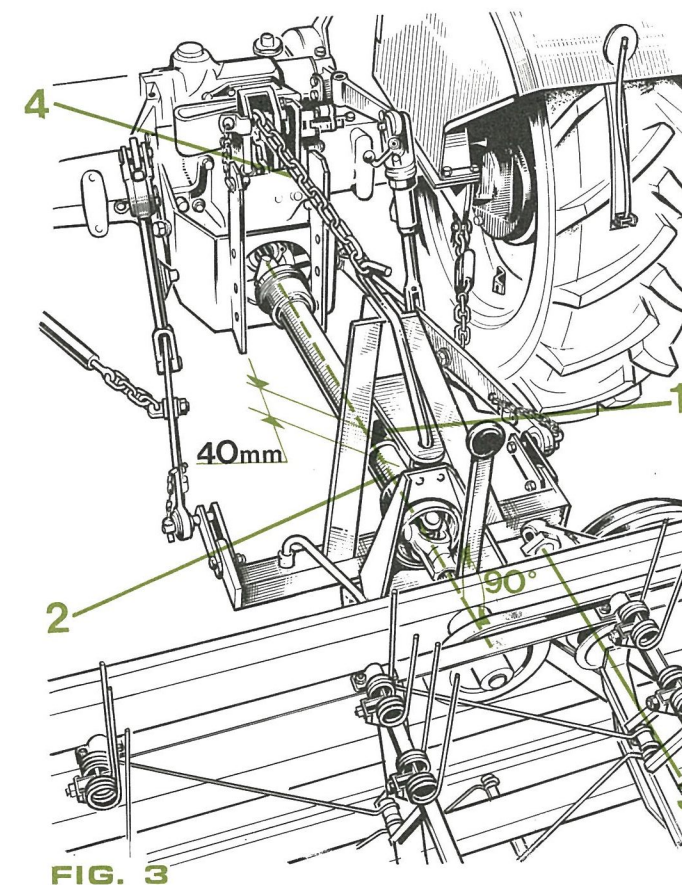
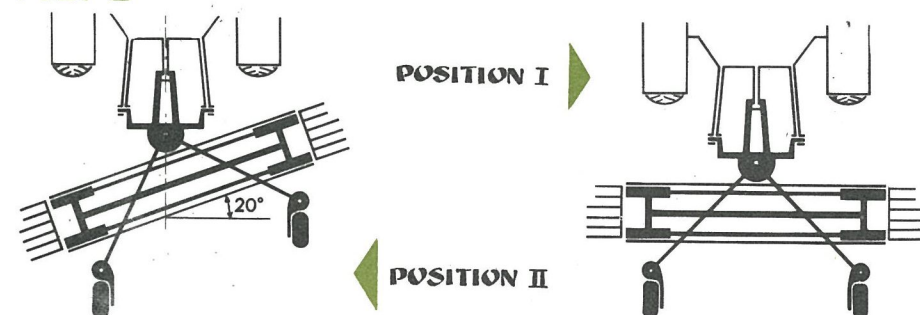

FIG. 3
FIG. 7
En dernière opération, la mâchoire à verrouillage rapide (4, fig. 7) (côté tracteur) de la transmission à cardans est accouplée à l'arbre cannelé de la prise de force (5, fig. 3), en faisant varier au besoin, la hauteur des bras de relevage. Avoir soin de tendre les chaînes (6, fig. 3).
■ Une distance de 40 mm minimum est nécessaire (fig. 3) entre l'extrémité de la protection extérieure en matière plastique (rep. 1) de l'arbre et la butée (rep. 2) du cône de protection du joint de cardan côté rateau-faneur. Cette condition doit être satisfaite lorsque l'arbre de transmission est parfaitement perpendiculaire au flasque avant (rep. 3) du rateau-faneur. Si la cote indiquée précédemment ne peut être respectée, les tubes télescopiques et les protections en matière plastique doivent être raccourcis.
REGLAGE DE L'INCLINAISON DU VIRANDAIN PAR RAPPORT A LA DIRECTION D'AVANCEMENT (fig. 7)